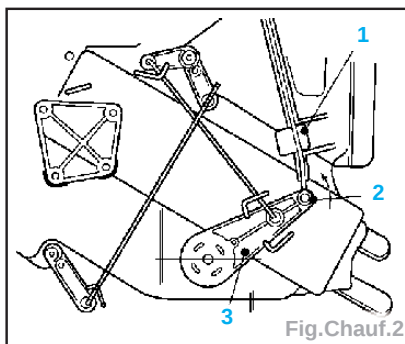

Fig. Chauf.2
- S'assurer que la came de levier basculant (3) est dans la position la plus élevée (dans le sens inverse des aiguilles d'une montre) (Fig.Chauf.2).
- Régler le câble de commande (2) et fixer avec le clip (1).
- S'assurer que la came de levier basculant (1) est verrouillée en position avant (dans le sens inverse des aiguilles d'une montre).